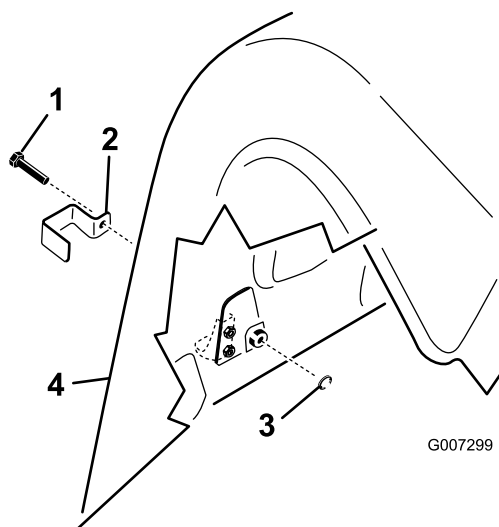

図 18
- プロコア 864 モデルでは、タップボルト 全部で 4 本 を使用して左右の後下側フードと上側フードのラッチにロックブラケットを取り付ける; 図 18 を参照。
2. プロコア 1298 モデルでは、タップボルト コアリングヘッドあたり3本、全部で6本 を使用して、左右の後部うカバーの後下側フードのラッチと外側の上フードのラッチにロックブラケットを取り付ける; 図 18を参照。
3. プライヤかモンキーレンチを使って、内部ロックワッシャを各ボルトに入れて 1 山か 2 山 ラッチを固定する 図 18。